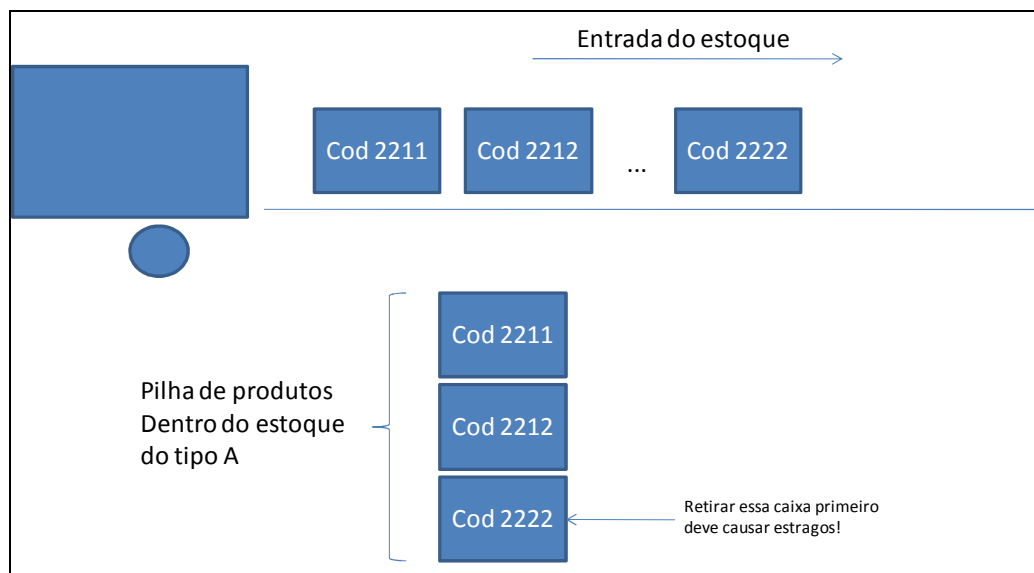

Figura 1 – organização do estoque
- À medida que os produtos entram no estoque, um robô os empilha, um a um. Logo, o estoque fica na organização mostrada na figura 1.